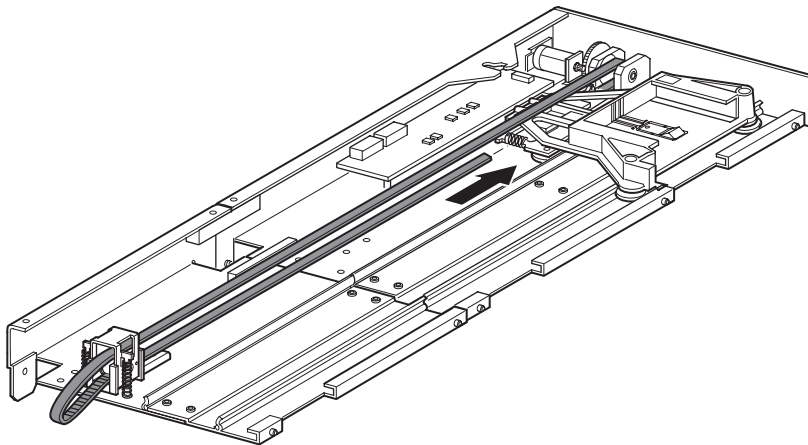

Abbildung 2–21: Einbauen des Steuerriemens
4. Positionieren Sie den Medientransportwagen über der Zugangsaussparung für den Riemenblock (siehe Abbildung 2–14).